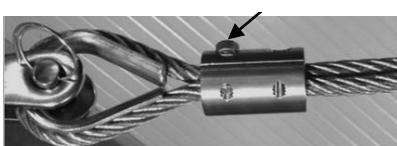

Rys. 1:
1. Zaczepić 2 zawesia do struktury. Rys. 1
2. Maksymalnie otworzyć napinacz. Rys. 1